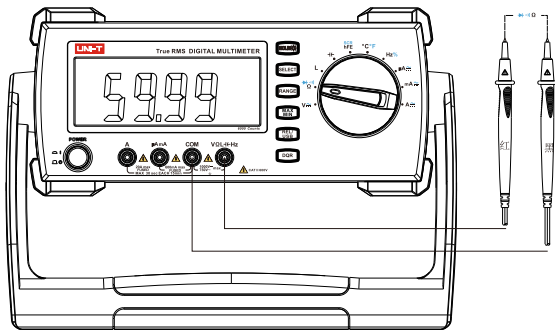

图2
- b) 将仪表的旋转开关转到  档按下  键切换为电阻(Ω)测量功能(如图2)，将表笔并联到被测电阻两端。
- 将仪表旋转开关转到 Ω 档, 按下 **SELECT** 键切换为二极管($\rightarrow|$)测量功能(如图2)
- b) 将仪表的旋转开关转到  测量档，按下  键切换为通断 () 测量功能（如图2）